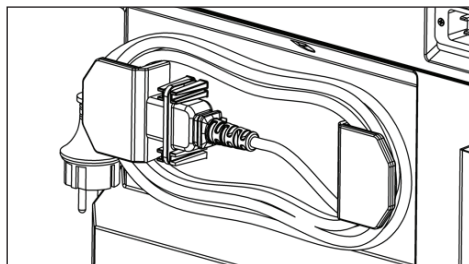

Fig. 6: Posição de armazenamento do cabo
- ▶ Guardar o cabo na posição de armazenamento (Fig. 6). Fixar a ficha com o clipe de cabo fornecido.